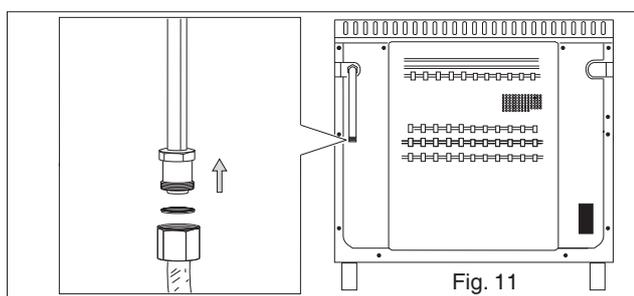

Fig. 11
- 2) le raccordement par tuyau flexible avec armature à embouts mécaniques suivant les normes en vigueur (voir fig. 11).